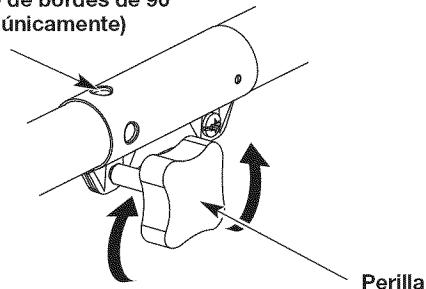
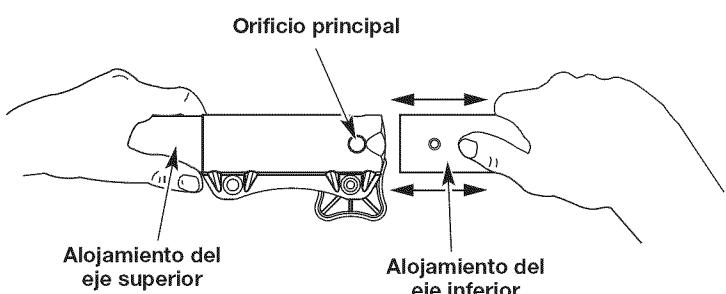

Fig. 4
Fig. 6
1. Gire la perilla en el sentido contrario a las agujas del reloj para aflojarla (Fig. 4).
2. Mientras sujetas con firmeza el accesorio, empújelo en línea recta dentro del acoplador hasta que el botón de liberación entre a presión y quede firme dentro del orificio principal (Fig. 6).
3. Gire la perilla en el sentido de las agujas del reloj para ajustar (Fig. 4).
PRECAUCIÓN: Antes de utilizar esta unidad, asegúrese de que el botón de liberación entre a presión completamente dentro del orificio principal (Fig. 6) y que la perilla (Fig. 4) quede bien ajustada.
Para un reborde decorativo con un accesorio de recorte, trabe el botón de liberación en el orificio de recorte de bordes de 90° (Fig. 4).
3. Mientras sujetas firmemente el alojamiento del eje superior, tire del accesorio de manera recta para sacarlo del acoplador (Fig. 6).